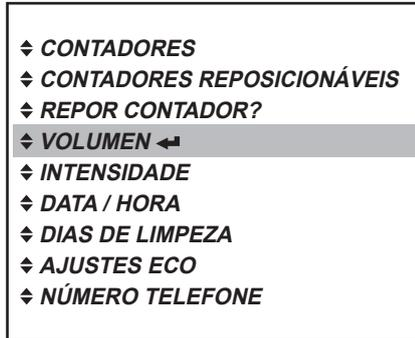

Fig. 35
1. Prima a tecla Enter **↵** para acessar o menu «VOLUME». (Fig. 35)